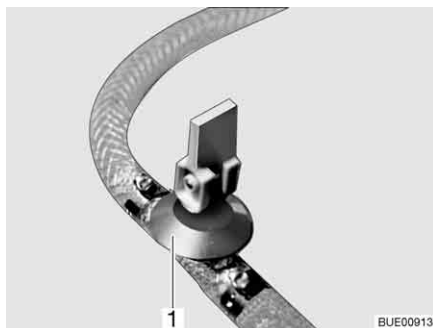
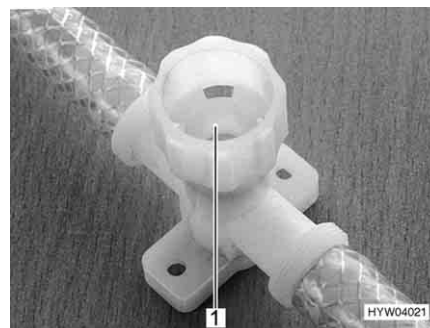

Fig. 246 Llave de desagüe (con balancín)
Fig. 247 Llave de desagüe (con tapa giratoria)
- Abrir todas las llaves de desagüe. Para esto, poner el balancín de la llave de desagüe (Fig. 246,1) en posición vertical o girar la tapa de la llave de desagüe (Fig. 247,1) en sentido contrario a las agujas del reloj.